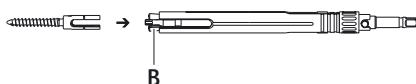

Fig. 4
- Introducir los tornillos pediculares del extremo de trabajo en el manguito de sujeción B, ver Fig. 4.